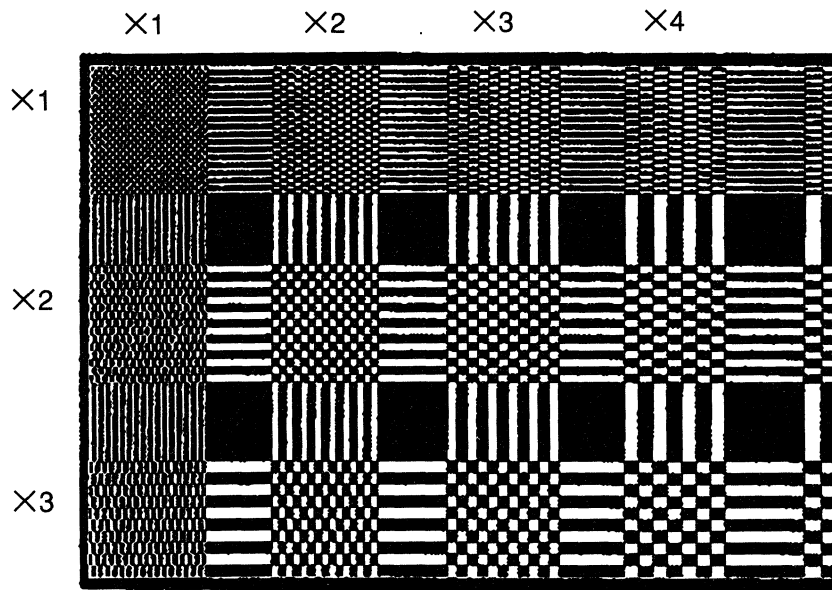

図7-33 レゾリューション
(2) Resolution Format
解像度パターンは4種類のフォーマットがあります。フォーマット一覧図の一番右側を選択したときは、図7-33のパターンが出力され以下の (3) ~ (6) の内容が設定できます。その他の3フォーマットは固定されたパターンとなります。
(3) Unit